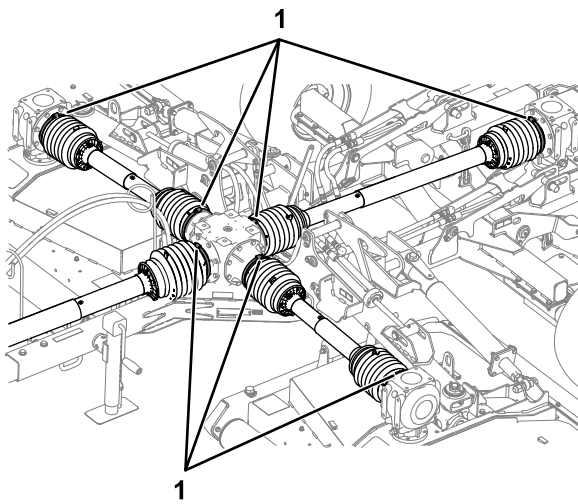

Figura 22
7. Controllate che le 7 fascette stringitubo fissino saldamente le protezioni degli alberi di trasmissione per le scatole ingranaggi centrale e dei piatti di taglio (Figura 22).